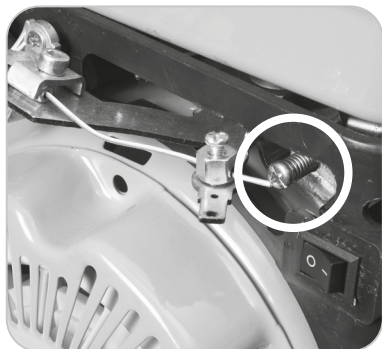

Fig. 11
- Rotiți șurubul pentru funcționare accelerată (**Fig. 11**) câte puțin (maxim jumătate de rotație) în sensul acelor de ceasornic pentru a descrește viteza motorului, sau în sens invers acelor de ceasornic pentru a crește viteza motorului.